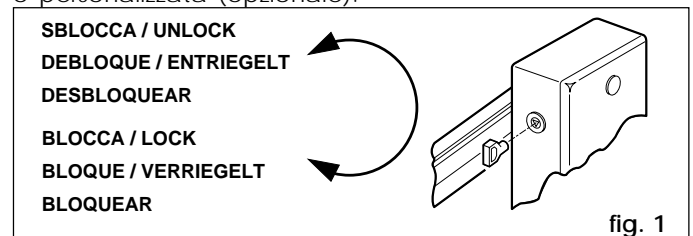
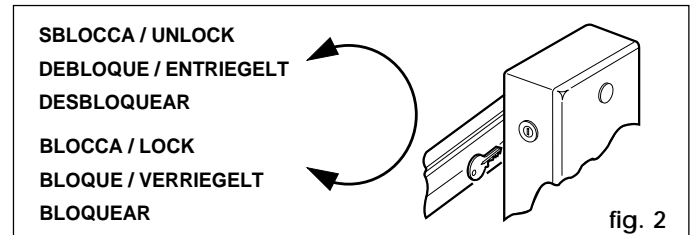

fig. 1
fig. 2
- Inserire la chiave triangolare (Fig.1) o personalizzata (Fig.2) nella serratura e ruotarla in **senso antiorario** di 1 giro.